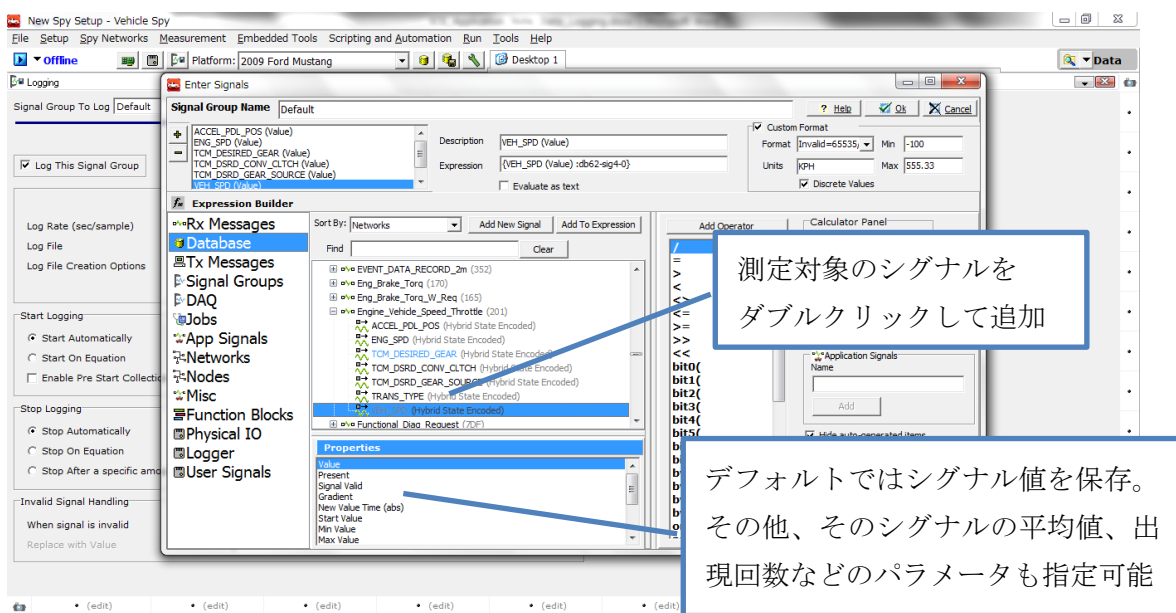

図 4 測定対象シグナル選択画面
2) Select Signals ボタンを押下し、測定対象のシグナルを指定(図 4)